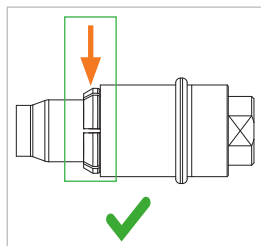

Abbildung 3
- ▶ Halten Sie den Adapter am Unterteil (Pos. 2) und an der nach hinten gezogenen Griffhülse (Pos. 1) fest. Drücken Sie den Schlauch so weit in den Adapter ein, bis die Spannzangen (Pos. 3) zusammenfallen (Abbildung 3).